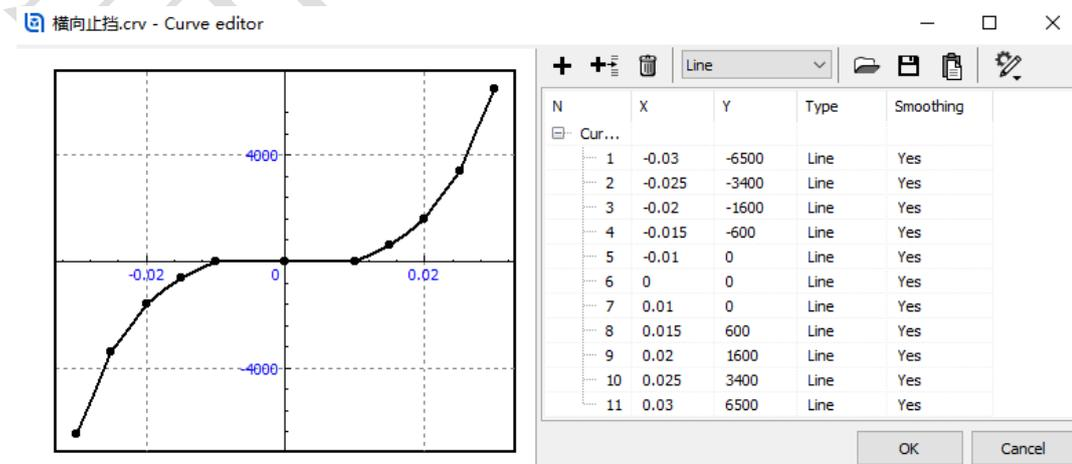

图 3-82
- 13) 点击 **Force** 栏按钮  打开 **曲线编辑器**，点击按钮 ，读取“D:\UM 培训教程\曲线素材”路径下的 **横向止挡.crv** 文件，其非线性特性如图 3-82。